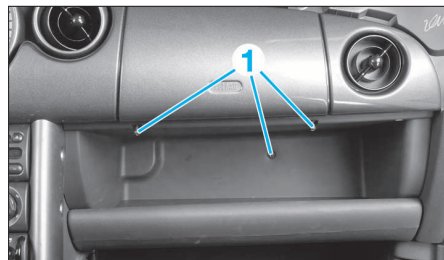

FIG. 5
- Déposer les 3 vis (1) de fixation du vide-poches passager (Fig.5).